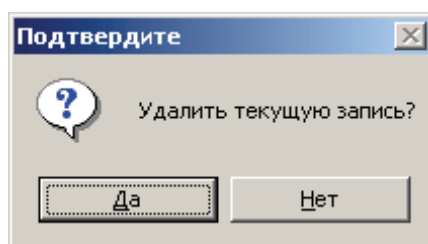

Рисунок 3.55
-кнопка **Удалить**  служит для удаления наименований потребителей/поставщиков из списка и для вызова всплывающего окна с сообщением: «Удалить текущую запись? Да/Нет» (см. рисунок 3.55).